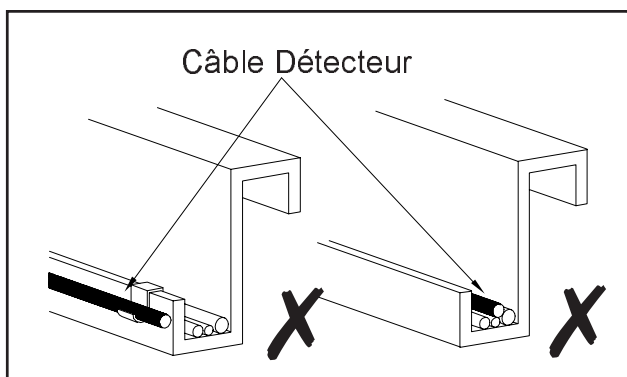

Figure 11
3. Vissez les extrémités du câble détecteur aux borniers en vous assurant que les couleurs des fils correspondent à celles imprimées sur le circuit imprimé. La figure 11 illustre le câblage d'un câble détecteur vissé au bornier de gauche d'une boîte de raccordement.
Figure 11 illustre deux installations à éviter. A gauche, le câble détecteur est fixé avec un collier à l'extérieur de la panne ; dans ce cas, il peut s'affaisser entre colliers. A droite, le câble détecteur est posé par-dessus des tuyaux ou d'autres câbles. Dans les deux cas, le câble détecteur n'est pas en contact direct avec la panne, ce qui se traduit par une perte de sensibilité et une diminution de la capacité de détection.